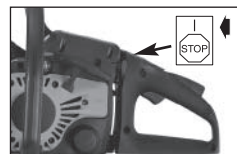

Fig. 9A
2. Trek de chokehendel/gas (A) naar u toe. Zo kan u makkelijker starten. (Fig. 9A)